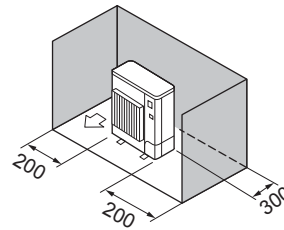

Fig. 2-4
- ③ Hindernisse nur auf der Rückseite und auf beiden Seiten (Fig. 2-4)